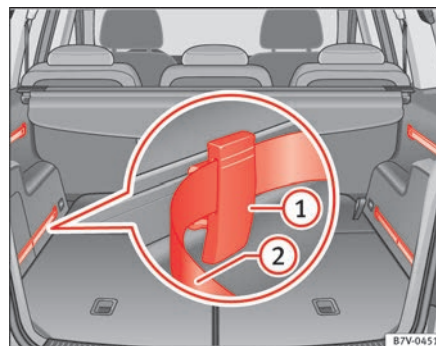

Fig. 96 En el maletero: Sistema con raíles, elementos de fijación ajustables ① y cinturón tensores ajustable ②.
- Coloque un elemento de fijación con las roderas hacia arriba ⇒ fig. 96 ① en la parte superior de la guía y presione hacia abajo.